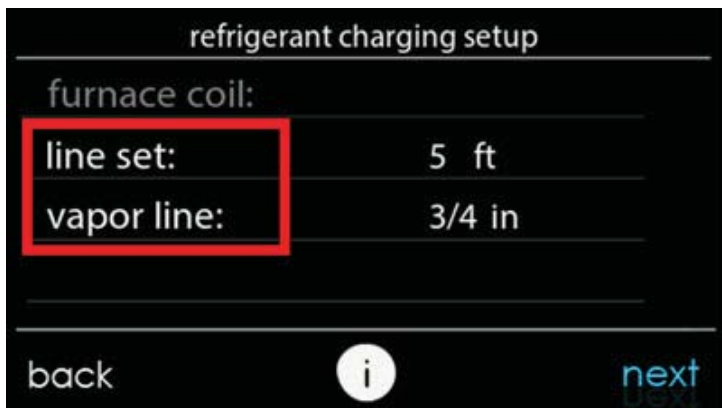
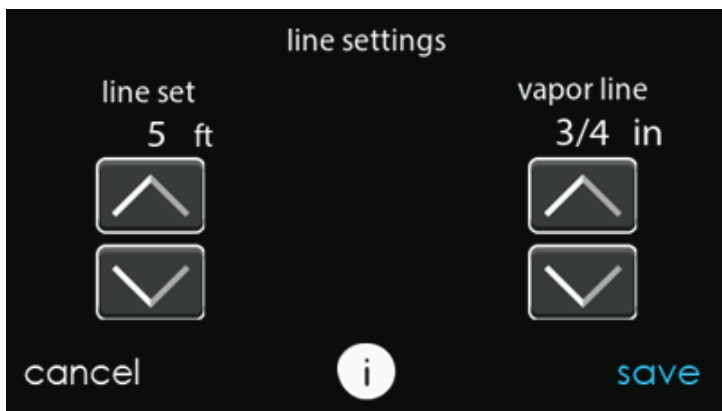

Fig. 17 – Seleccione la longitud del conjunto de líneas y el diámetro de la línea de vapor
Fig. 18 – Ajuste la longitud del conjunto de líneas y el diámetro de la línea de vapor instalados
11. Pulse el texto "Line set" (Conjunto de líneas) y "Vapor line" (Línea de vapor) para seleccionar la longitud del conjunto de líneas y el diámetro de la línea de vapor (consulte las Fig. 17 y Fig. 18). Cuando haya terminado, presione "Next" (Siguiente) para pasar a la siguiente pantalla.